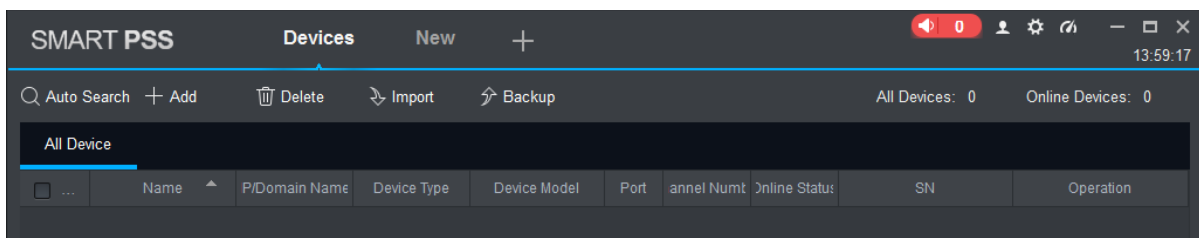

Figura 5-5
- En la interfaz "Dispositivos", haga clic en "Agregar", como se muestra en la Figura 5-5. El sistema muestra la interfaz "Agregar manual", como se muestra en la Figura 5-6